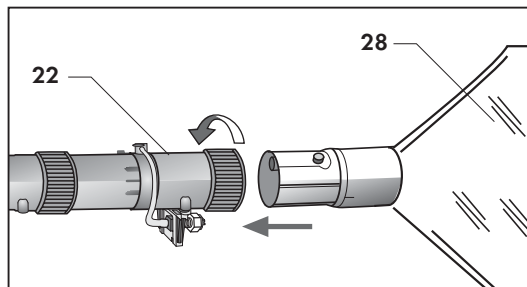

Fig. 25
- inserire la parte terminale femmina del nebulizzatore nella parte terminale della spazzola, ruotando la ghiera per bloccare le due parti. **(Fig. 25)**